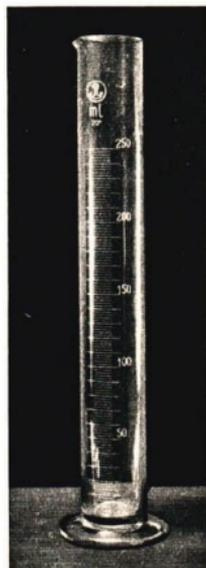

Abb. 18. Meßzylinder zum Ermitteln des Rauminhaltes von Flüssigkeiten
1. **Raummessungen an Flüssigkeiten.** Am einfachsten und unmittelbarsten können wir Raummessungen von Flüssigkeiten vornehmen. In vielen Fällen genügt dazu schon ein Litermaß oder ein Halblitermaß. Für genauere Messungen benutzen wir einen mit einer Skala versehenen *Meßzylinder*, auch *Mensur*¹ genannt (Abb. 18). Die Skala ist in der Regel in Kubikzentimeter (cm³) oder, wie man auch sagt, Milliliter (ml) geteilt.